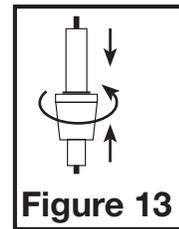

Figure 13
1. Suivez les étapes de la **SECTION 5 Câblage** pour accéder au porte-fusible situé à l'intérieur du compartiment de câblage. Pour remplacer le fusible, pressez le haut et le bas du porte-fusible ensemble tout en tournant le plus gros morceau dans une direction opposée aux languettes (**Figure 13**). Remplacez le fusible uniquement avec un fusible action rapide 0,5 Amp, 250 VAC, 5 x 20mm. Rebranchez le porte-fusible en alignant la partie supérieure et inférieure et pressez ensemble tout en tournant jusqu'à ce qu'ils soient enclenchés en place. Rangez soigneusement dans le compartiment de fils et réinstallez le couvercle du compartiment de fil.